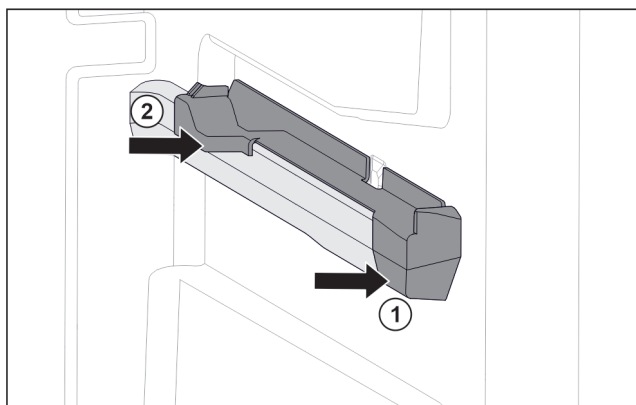

Fig. 48 Nasazovací díl na pravém žebrování na nádoby
- ▶ Nasadte nasazovací díl na žebrování na nádoby. Fig. 48 (1)
- ▶ Přitlačte nasazovací díl k zadní části. Fig. 48 (2)